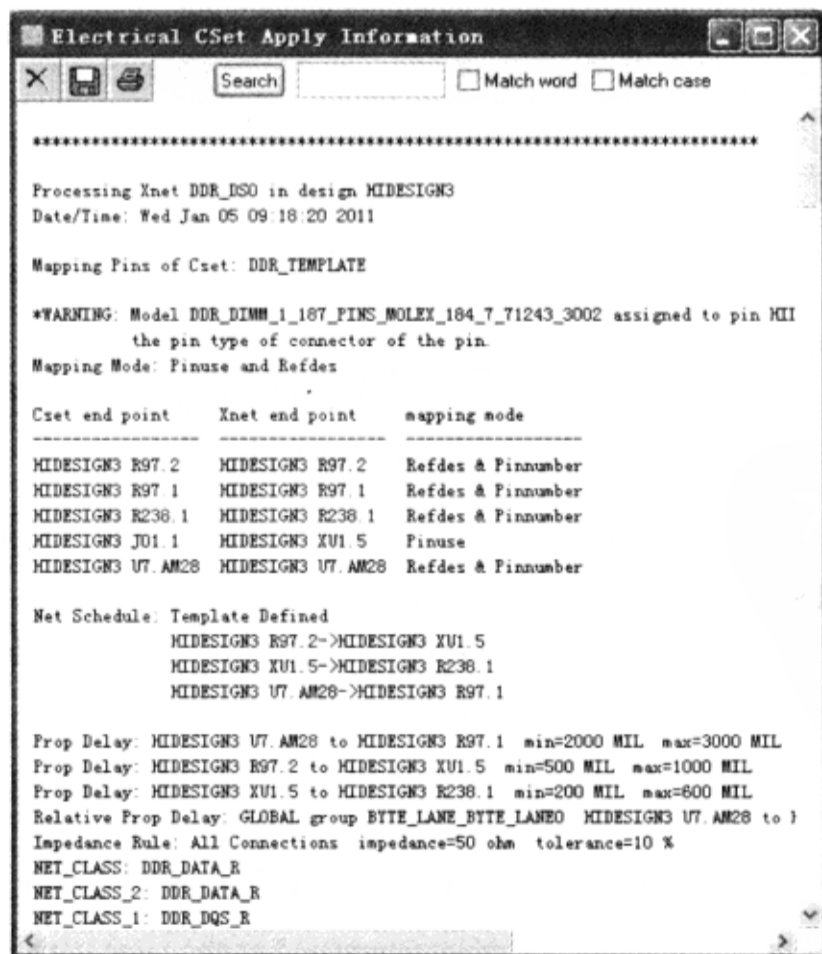

图 3-10-66 “Electrical CSet Apply Information”窗口
(16) 单击“OK”按钮，关闭“Electrical CSet References”对话框→弹出“Electrical CSet Apply Information”窗口，如图 3-10-66 所示。